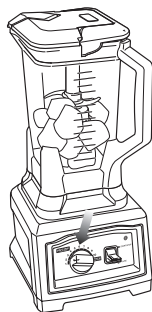

Fig. 7
- 11 Cuando haya alcanzado la consistencia deseada, reduzca lentamente la velocidad y apague la unidad empujando la palanca Start/Stop/Pulse hacia arriba. (Fig. 7)